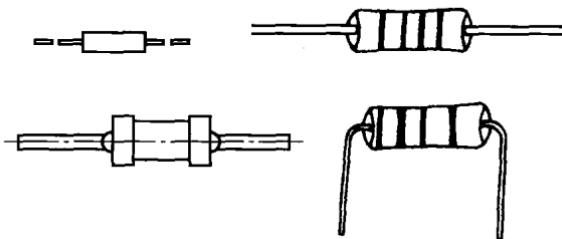

图 1-6 金属氧化膜型电阻器的外形
(4) 金属氧化膜型电阻器。金属氧化膜型电阻器是在陶瓷骨架上面覆盖了一层锑和锡等金属盐溶液（将他们喷雾到炽热 555℃ 后沉积）。它的优点是抗氧化能力强，电阻值导电膜层均匀，膜与骨架结合牢固，缺点是电阻值小，大多在 200kΩ 以下，其外形如图 1-6 所示。